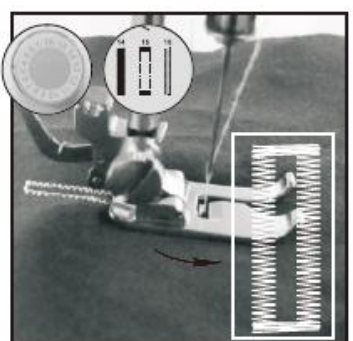

Abb. 19
- 6) Wählen Sie Stich Nr. 7, schalten Sie dann den Schalter ein und nähen Sie, bis das Knopfloch fertiggestellt ist (Abb. 19).